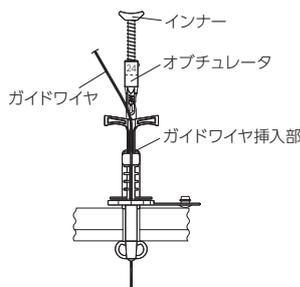

図 4
3. オブチュレータのガイドワイヤ挿入部よりガイドワイヤを挿入する。(図4) ガイドワイヤを挿入できない場合は、オブチュレータのインナーを前後させてボタンの内部バンパの先端に対するオブチュレータのインナーの先端位置を調整する。